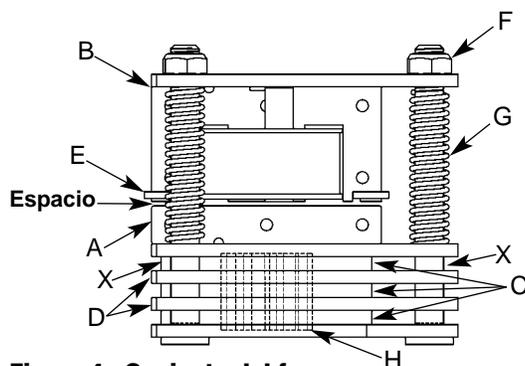

Figura 4 - Conjunto del freno
No permita que las hojas de los destornilladores toquen el disco rotatorio de fricción "C" (Vea la Figura 4, página 10).
Vea la Figura 4.
2. Con referencia a la Figura 4, el espacio entre la armadura del freno "A" y el campo "B" debe ser verificado. El espacio correcto es 0.015". El ajuste no es necesario hasta que el espacio no llegue a 0.040".